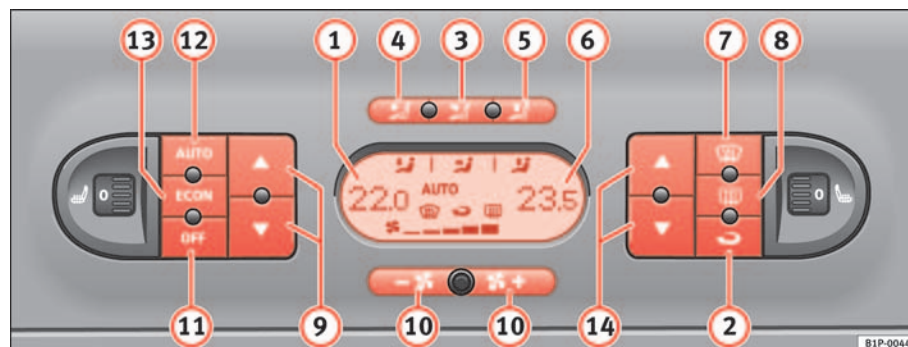

Fig. 110 Mandos del 2C-Climatronic en el tablero de instrumentos
- Pulse las teclas de regulación de temperatura ⇒ página 156, fig. 110 **9** ó **14** para ajustar la temperatura del lado izquierdo y derecho respectivamente.
- Pulse la tecla  ⇒ **página 156, fig. 110.** Aparece “AUTO” en el display.